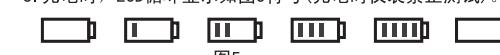

图 5
3. 充电时，LCD循环显示如图5符号（充电时仪表禁止测试）。